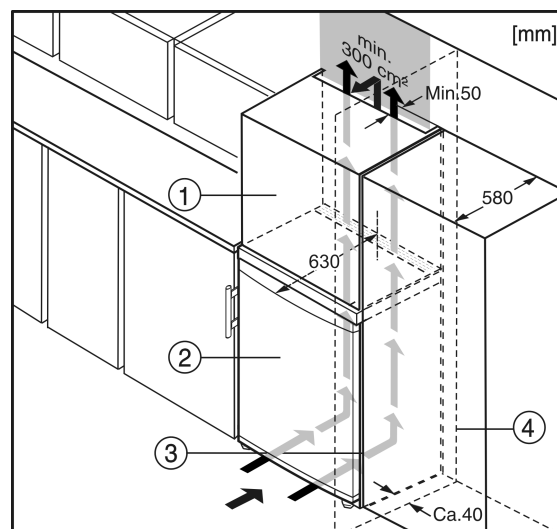

Fig. 5
- (1) Armário suplementar de topo
- (2) Aparelho
- (3) Armário de cozinha
- (4) Parede
O aparelho pode ser envolvido pelo mobiliário de cozinha. Para ajustar o aparelho Fig. 5 (2) à altura dos armários de cozinha, é possível criar um armário suplementar Fig. 5 (1) sobre o aparelho.
No caso de montagem em armários de cozinha (profundidade máx. 580 mm) o aparelho poderá ser instalado imediatamente ao lado do armário de cozinha Fig. 5 (3). Lateralmente, a porta do aparelho fica a uma distância de 34 mm em relação à parte frontal do armário, enquanto a parte central fica a uma distância de 50 mm. Assim, esta pode ser aberta e fechada sem problemas.
Se o aparelho for montado com as dobradiças junto a uma parede *Fig. 5 (4)*, a distância mínima entre o aparelho e a parede deverá ser de, no mínimo, 40 mm. Esta distância corresponde à saliência da pega com a porta aberta.